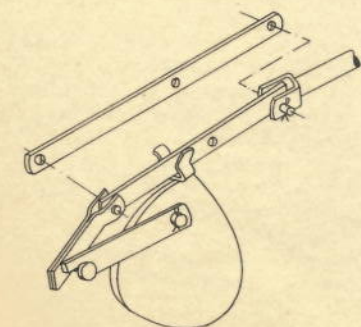

Abb. 18
3. Wenn Hubzylinder nicht weit genug ausgefahren werden kann, muß eine längere Zugstange (Abb. 18) eingesetzt werden.
3. If the lifting cylinder cannot be extended far enough, a longer drawbar (Fig. 18) must be used.
3. Si le cylindre de relevage ne fournit par une course suffisante, il convient d'employer une barre d'attelage plus longue (fig. 18).
3. Se il cilindro di spinta non ha una corsa sufficiente è necessario adottare un'asta di trazione più lunga (fig. 18).
3. Als de hefcylinder niet voldoende ver kan uitgezet worden, dient man een langere trekstang te nemen (afb. 18).